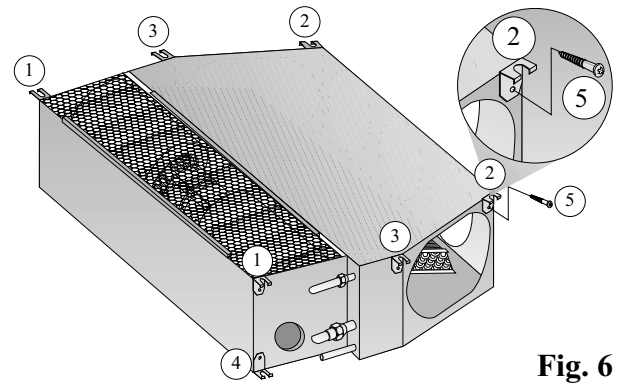

Fig. 6
- Coloque los cuatro ganchos de montaje, y marque la ubicación de las anclas sujetadoras ④ (Recomendamos usar el patrón suministrado en el paquete). Ver Fig. 6.
2. Marque 4 posiciones de montaje en el techo de acuerdo a la Fig. 6. Use el patrón suministrado con la unidad. Adjunte los conectores ① y ② (ver Fig. 6) a los 4 puntos marcados en el techo. En el caso de que no sea posible usar conectores ② a cambio se pueden usar conectores ③. No use los conectores ① a cambio de los conectores ③.
7. Sujete los cuatro tornillos ⑤ (ver Fig. 6), con el fin de apretar los ganchos de instalación a la unidad.
**Nota!** La parrilla de entrada de aire está colocada en la parte posterior de la unidad. Si es necesario y posible, de acuerdo a la ubicación de la instalación, es fácil cambiar la posición de la entrada de la parrilla a la parte superior (ver Fig. 6) o a la parte inferior de la unidad.